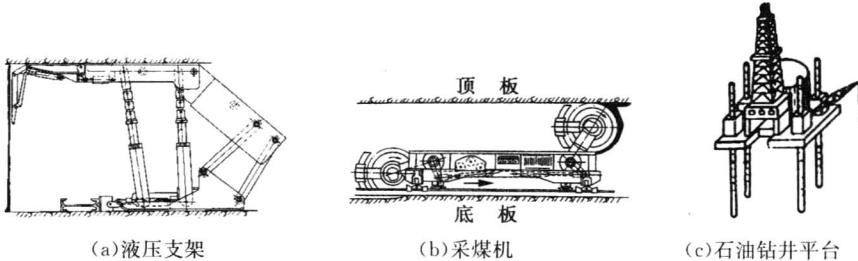

图 1-7
(7) 用于煤炭与石油等能源的开采(图 1-7)。如煤矿液压支架、液压采煤机、石油钻井平台等, 在能源工业中显神威。